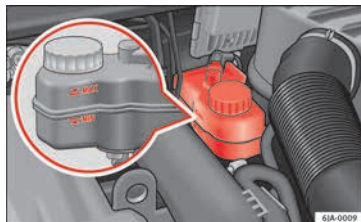

Abb. 209 Motorraum: Bremsflüssigkeitsbehälter
- Prüfen Sie den Bremsflüssigkeitsstand am Behälter »» Abb. 209. Der Stand muss zwischen den Markierungen „MIN“ und „MAX“ liegen.